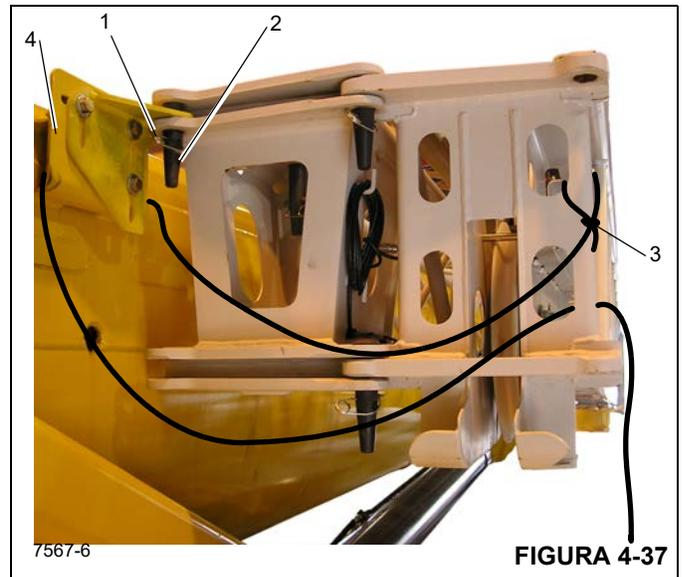

FIGURA 4-37
3. Fije un cable guía (3) (Figura 4-37) en la parte delantera de la extensión.
- a. Dirija el cable guía alrededor del extremo de la extensión y a través de una escuadra (4) en la pluma principal y de vuelta.
5. Retire la pinza de retención (1) (Figura 4-37) y tire del pasador (2) para sacarlo de la orejeta de conexión. Inserte el pasador en el sujetador y asegure con la pinza de retención.
12. Mientras se mantiene el control de la extensión con el cable guía, retire el cable guía de la escuadra (4) (Figura 4-37) en la pluma principal.